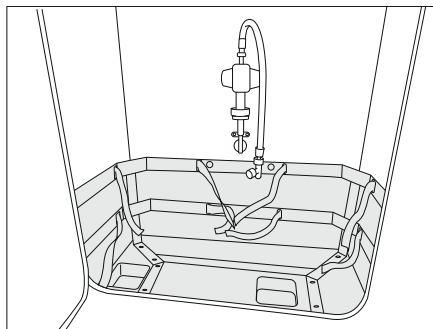
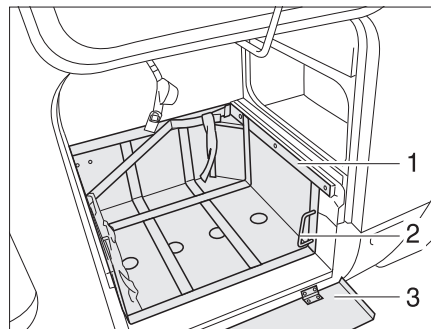

Bild 151 Gasbox
Bild 152 Gasbox, med utdragbara skenor (variant 1)
- Om det finns en skyddsplåt: Fäll ned skyddsplåten (Bild 152,3).
- Frigör sliden (Bild 152,1) med hjälp av handtaget (Bild 152,2).
- Drag ut sliden (Bild 152,3) till stoppläget.
- Vrid (Bild 152,2) handtaget.
- Frigör sliden (Bild 152,3) med hjälp av handtaget (Bild 152,2).
- Skjut in sliden (Bild 152,3) till stoppläget och vrid tillbaka handtaget (Bild 151,2).
- Om det finns en skyddsplåt: fäll upp skyddsplåten (Bild 152,1).